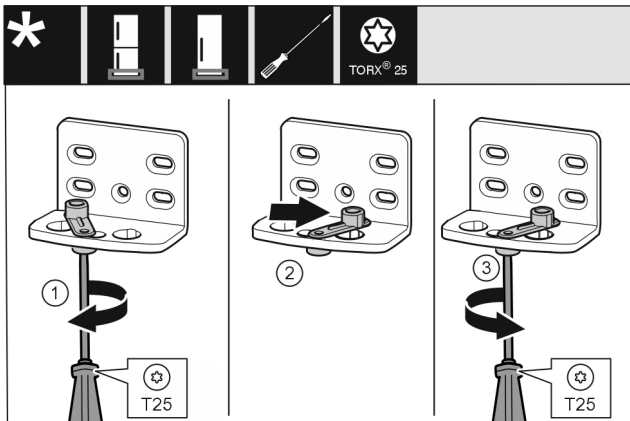

Fig. 26
- ▶ Lazán tekerje be a csavart Fig. 26 (1) csavarhúzóval.
- ▶ Emelje meg az ajtó záródását segítő egységet Fig. 26 (2), és 90°-kal jobbra forgatva tekerje be a furatba.
- ▶ Húzza meg a csavart Fig. 26 (3) csavarhúzóval.